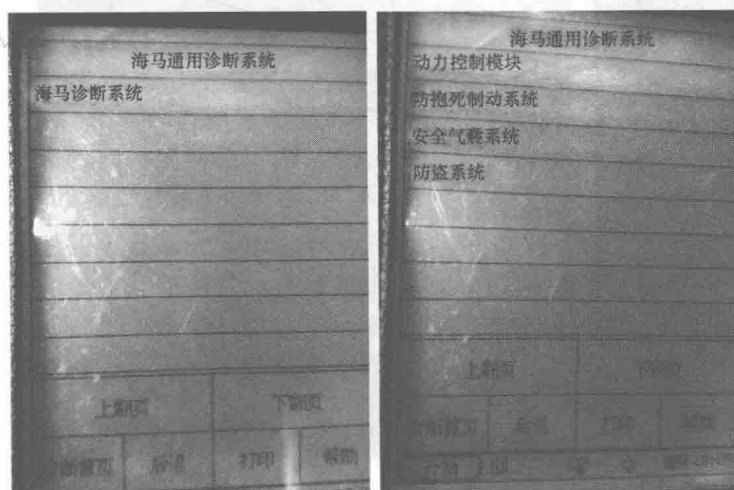

图 1-21 选择控制模块
10) 下载诊断程序完毕, 然后点击“海马诊断系统”, 进入汽车各系统的选择控制模块(图 1-21), 最后进入功能菜单进行测试。